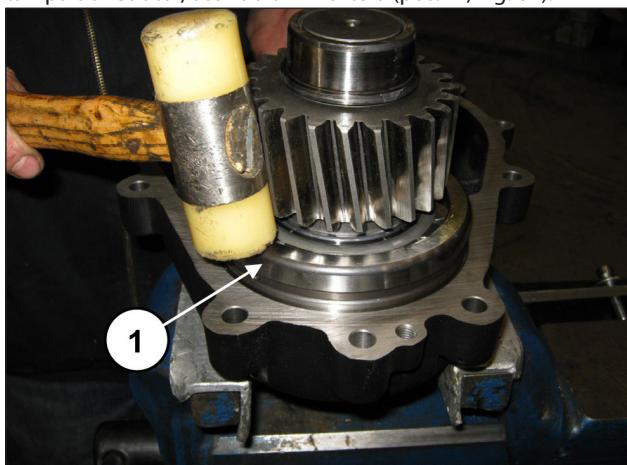

Fig. 87
Insira o pinhão pré-montado no interior do lugar próprio na tampa do redutor, usando um martelo (pos. ①, Fig. 87).